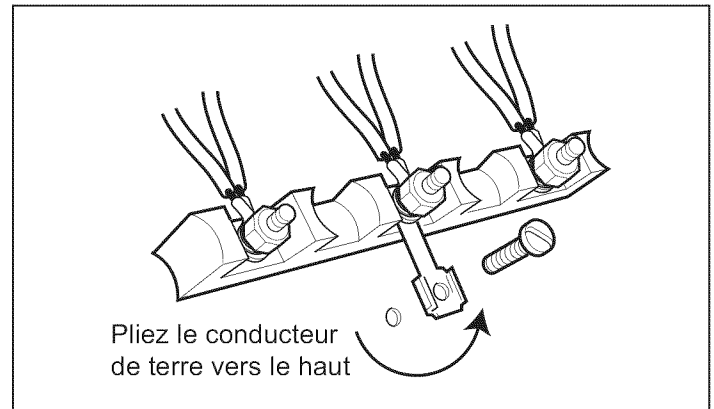

Figure 12 : Conducteur de terre
doivent avoir des cosses en boucle de 1/4 po, préférablement soudées en place. Faites les connexions sur le bloc de bornes fourni. Fixez de façon sécuritaire le fil de mise à la terre sur la boîte de jonction avec la vis précédemment utilisée pour fixer le conducteur de terre. Consultez la figure 12. L'extrémité libre du conduit doit être branchée à la boîte de jonction indiquée dans la zone d'alimentation électrique et de gaz. Consultez la figure 3a à la page 9.
2. Enlevez la vis du connecteur de terre et pliez le connecteur comme sur la figure 12.